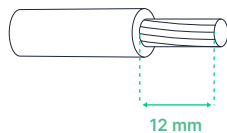

Fig. 7 - Lungimea de dezizolare pentru firele cablului de alimentare
13. Tăiați 12 mm de izolație pentru fiecare dintre cele 3 fire ale cablului de alimentare. (**Fig. 7 - pagina 19**)